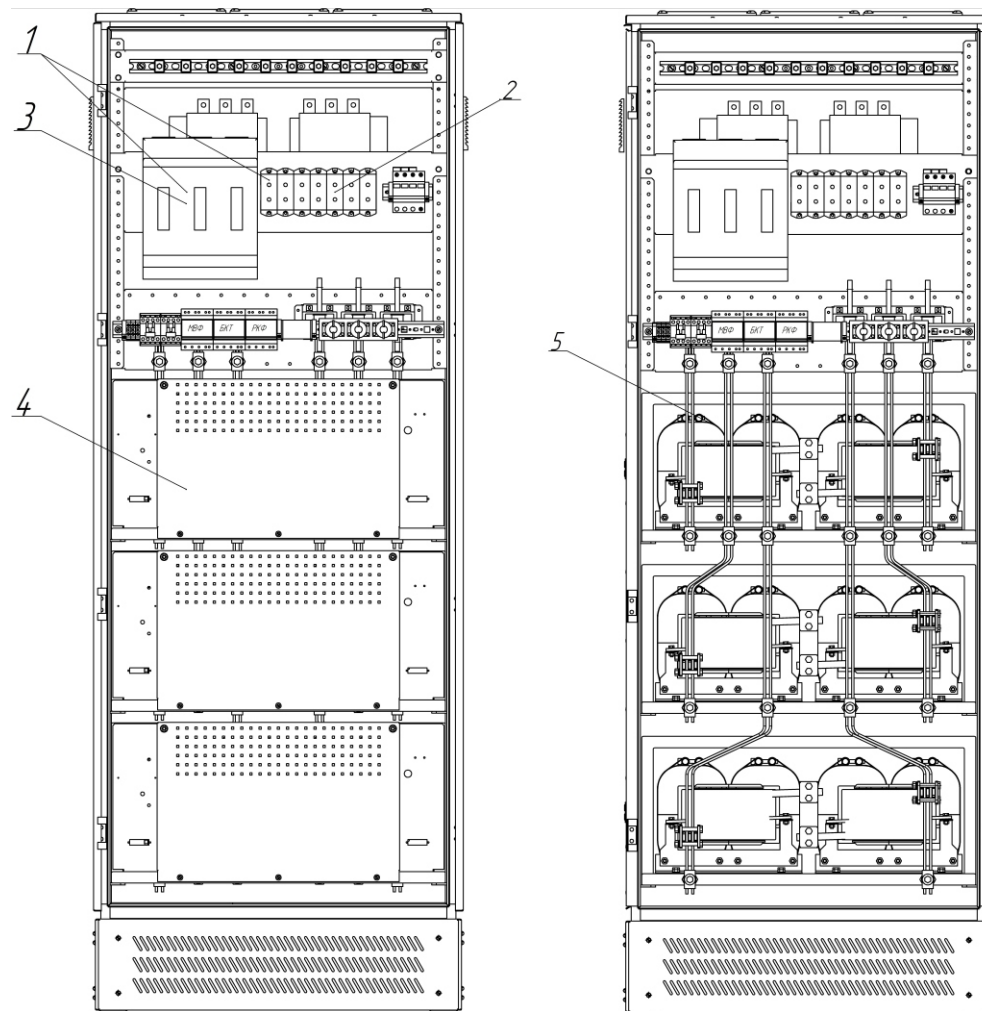
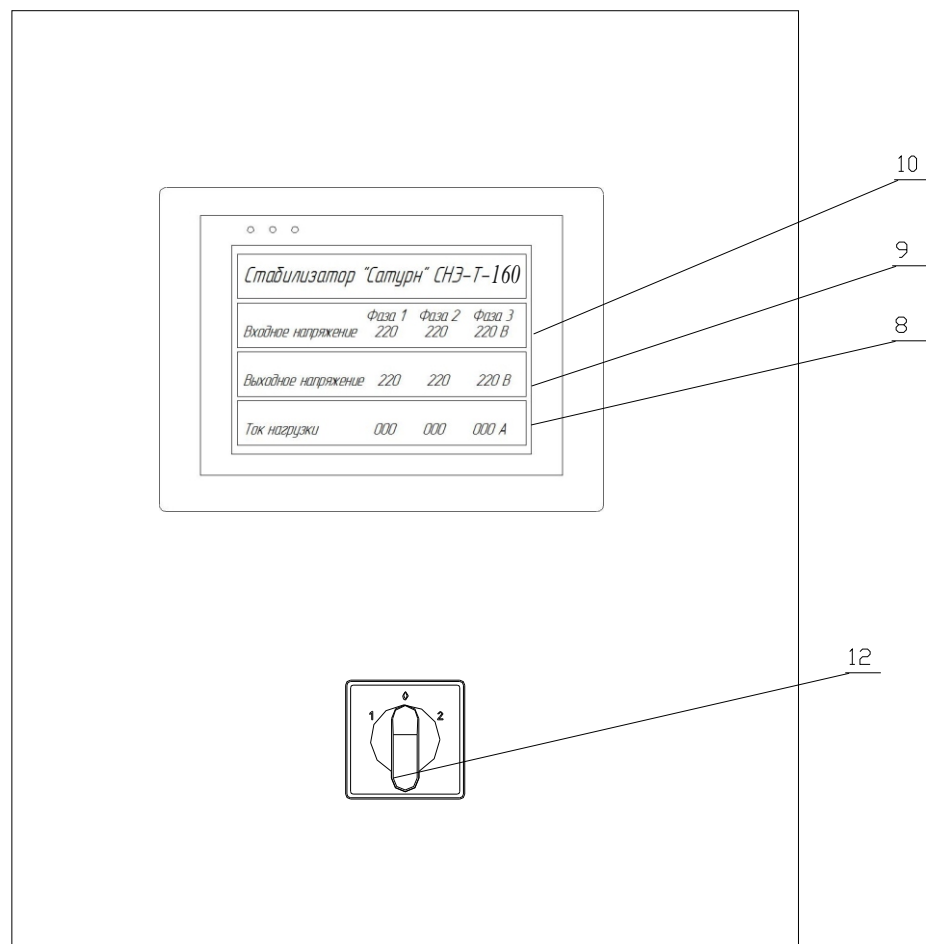
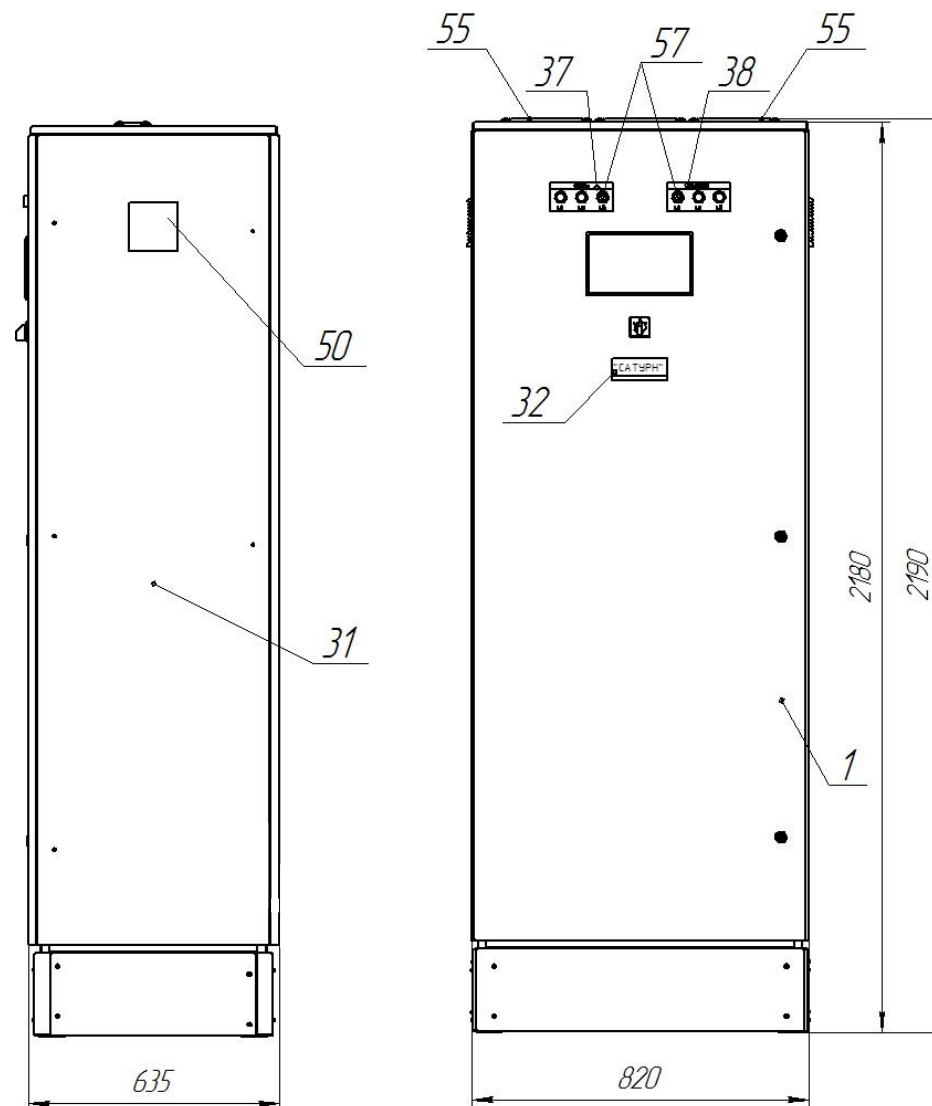

Рис.3. Внешний вид стабилизатора (без дверей).
Рис.2. Панель управления. Примерный вид индикаторной панели в режиме работы «ЧЕРЕЗ СТАБИЛИЗАТОР».
Рис.1. Внешний вид стабилизатора.
Изделие выполнено в виде металлического шкафа (см. рис.1, рис.2, рис.3; Приложение 1).
- три индикаторных лампы наличия входного напряжения «СЕТЬ L1, L2, L3» (рис. 1 поз.57,37);
- три индикаторных лампы наличия выходного напряжения «НАГРУЗКА L1, L2, L3» (рис.1 поз.57,38).
- переключатель режимов работы стабилизатора «ЧЕРЕЗ СТАБИЛИЗАТОР» - «ВЫКЛ» - «ПРЯМОЕ ВКЛЮЧЕНИЕ» (рис.2 поз.12);
- клеммы для подключения входного (рис.3 поз.1) и
выходного (рис.3 поз.2) кабелей;
- рубильник с плавкими предохранителями (рис.3 поз.1);
- три съемных блока ЛАТРов (рис.3 поз.4).
- фильтр со степенью защиты IP54 (рис.1 поз.50).
- фланцы для ввода-вывода силовых кабелей (рис.1 поз.55).
Произвести подключение входных и выходных проводов в шкафу (рис. 1) сечением, не менее указанного в таблице п/п1.2.15, согласно маркировке:
- на мониторе появляется надпись «ВКЛЮЧЕНИЕ», а после подключения нагрузки высветятся показания входного и выходного напряжения и показания тока по каждой фазе L1, L2, L3 (см. рис.2);